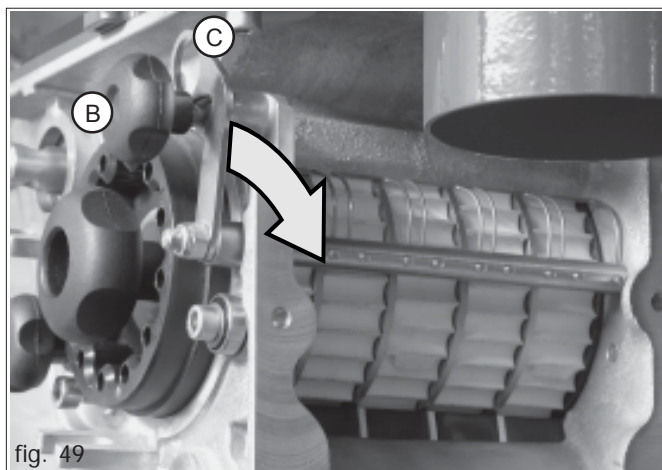

fig. 49
... Desserrer la pommette (B, Fig. 49), extraire les leviers (C) de son siège et les déplacer dans le sens de des flèches.
- 1) Desserrer et enlever la pommette (A Fig. 49), et déplacer le levier (B) dans le sens de lancement des flèches.